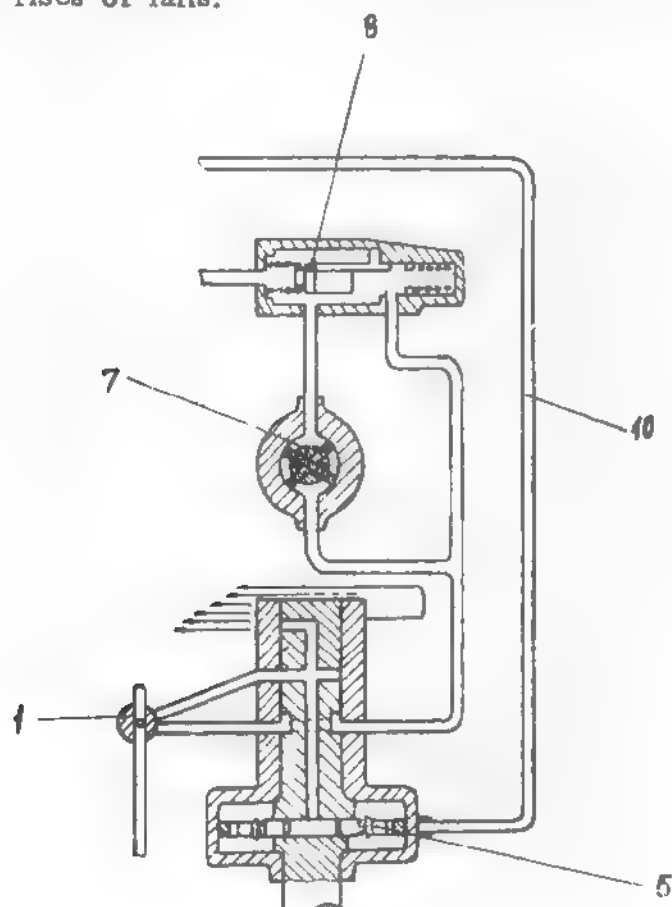

Fig. 4.75. FUEL CIRCUITS IN THE INJECTION PUMP
e) REGULATING VALVE (see Fig. 4.75 and 4.76)